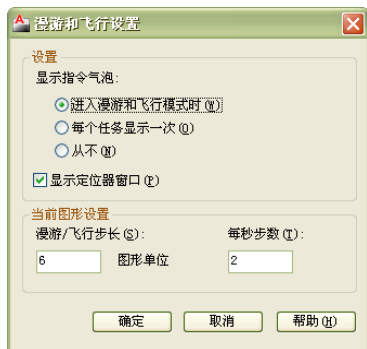

图 15-13 “漫游和飞行设置”对话框
● 启动“漫游”或“飞行”→命令，在绘图区域中单击鼠标右键，然后选择“漫游和飞行设置”命令输入后将显示“漫游和飞行设置”对话框，如图15-13所示。
7) 漫游和飞行设置…: 打开如图 15-13 所示的“漫游和飞行设置”对话框。